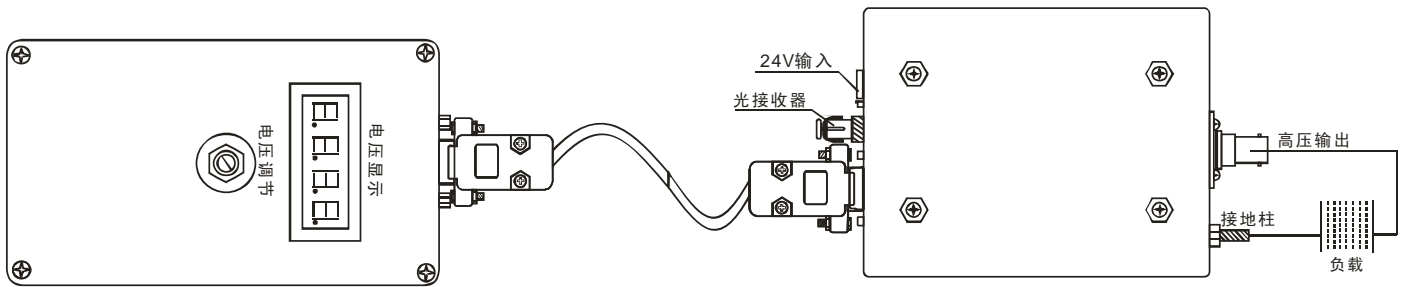

图 3.2 典型工作接线图
- E) 用远控连接线将控制手柄和电源连接好，第一次通电前将控制手柄上的电压调节旋钮逆时针旋转至零的位置。（接线见图 3.2）